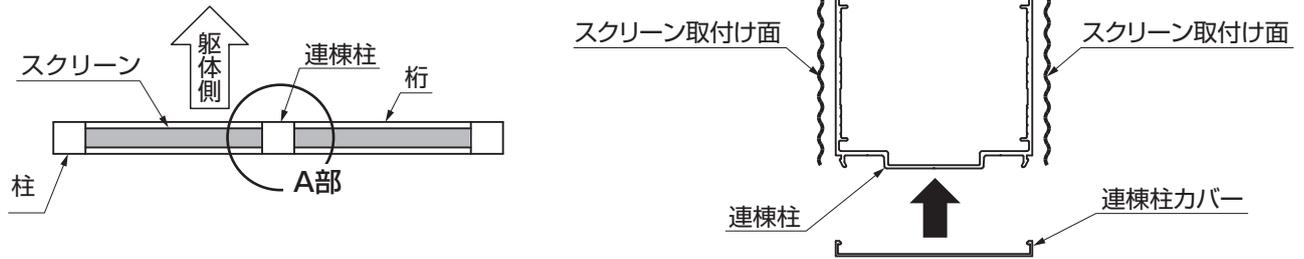
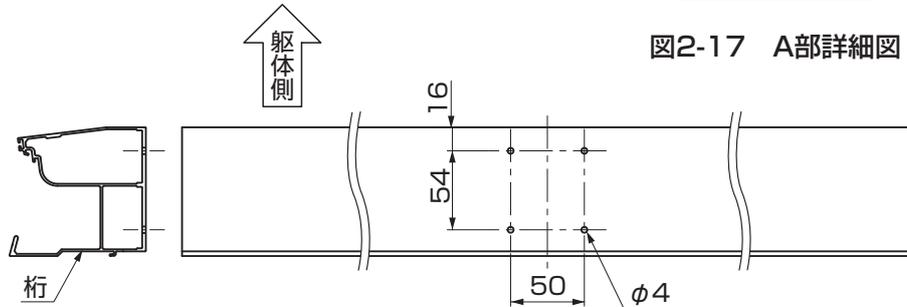
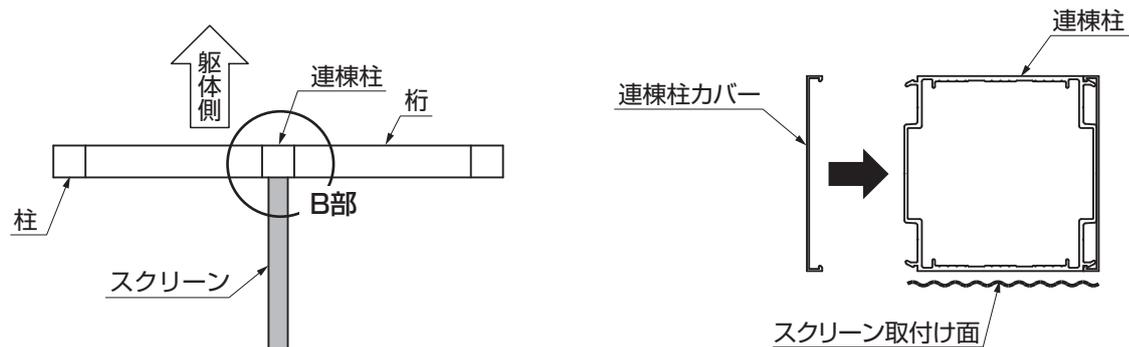
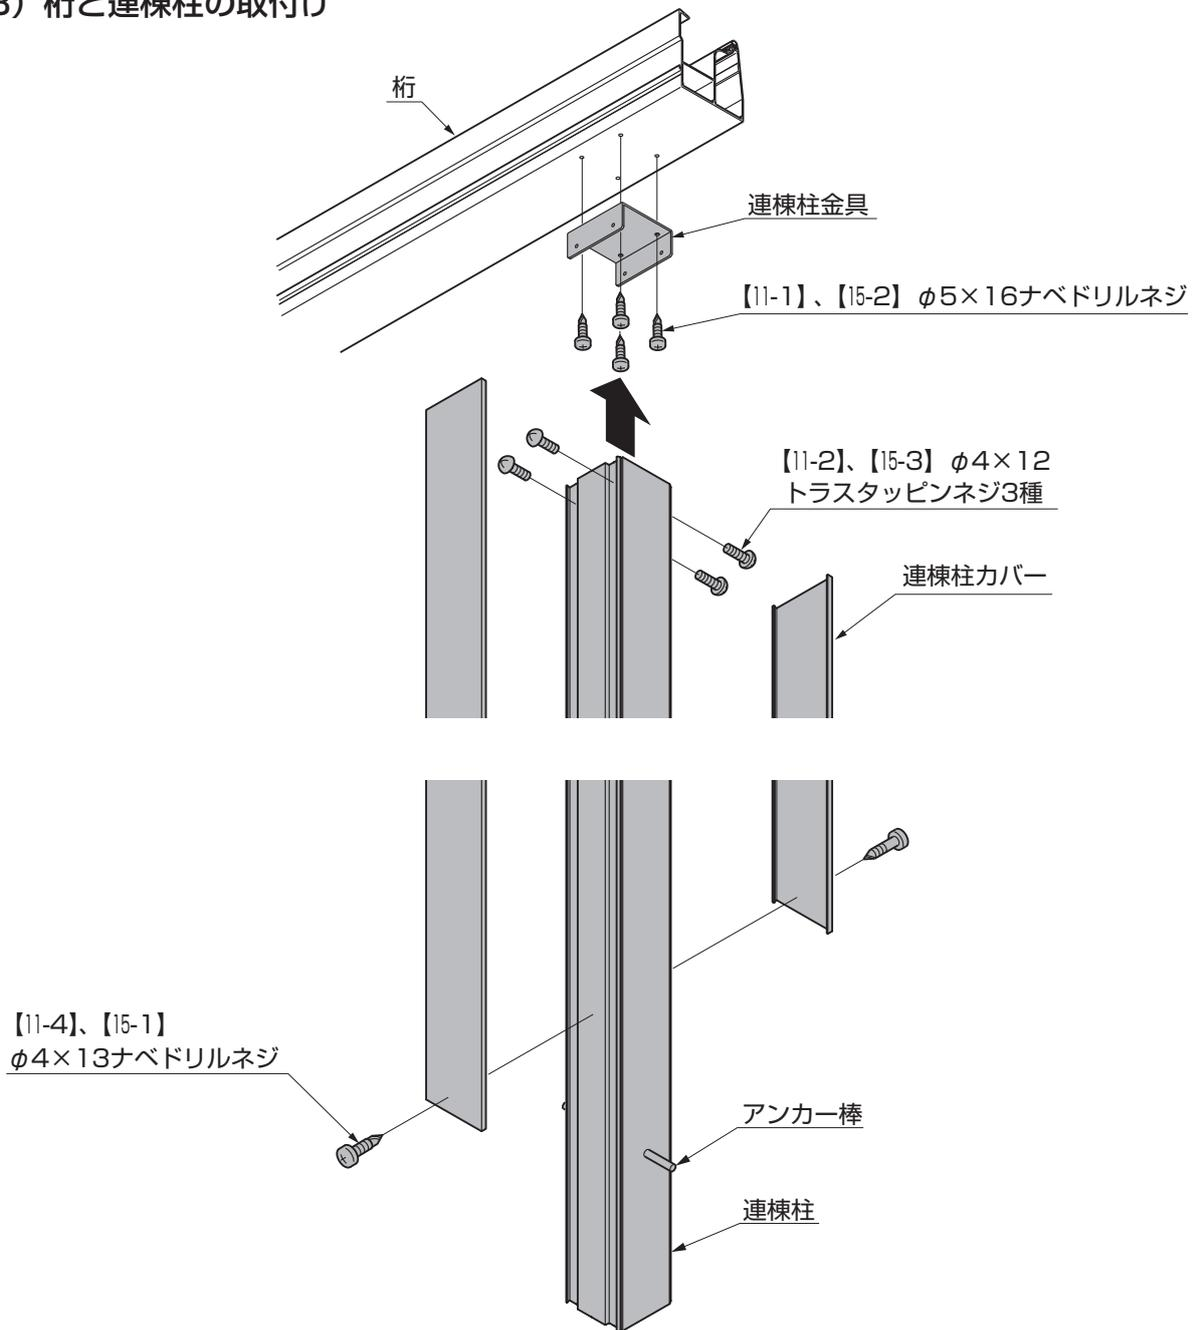

図2-17 A部詳細図
図2-18 桁の加工
図2-19 B部詳細図
図2-21
- 図2-21は標準、スクリーン平行取付け施工の場合の図です。スクリーン直角取付けの場合は、取付け方向が90°ずれます。(図2-17、図2-18参照)
- ① 桁にφ3.5の穴をあけてください。(図2-17、図2-19参照)
- ② 加工した桁に連棟柱金具を【11-1】、【15-2】で取付けてください。(図2-19参照)
- ③ 連棟柱にアンカー棒を差込み、連棟柱金具に【11-2】、【15-3】で取付けてください。
- ④ 連棟柱に連棟柱カバーをはめ込み、G.L.付近に【11-4】、【15-1】を取付けてください。